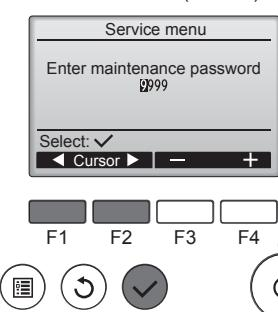

Fig. 6-2
① Wählen Sie "Service" im Hauptmenü und drücken Sie die Taste ②.
② Bei der Auswahl des Service-Menüs wird ein Fenster geöffnet, das zur Passworteingabe auffordert. (Fig. 6-2)